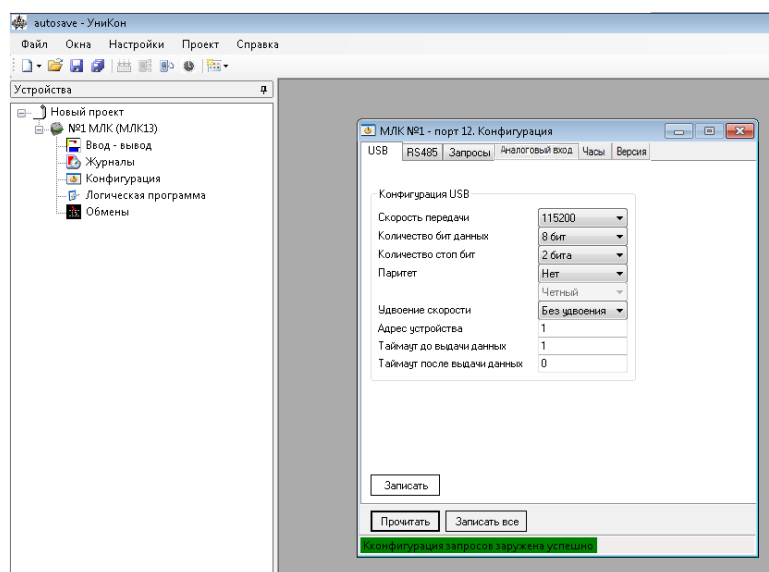

Рисунок 3.7 – Окно «Конфигурация», «USB» контроллера в «УниКоне»
3.4.1 Вкладка «USB». Конфигурирует следующие параметры (рисунок 3.7):
- адрес устройства (1);